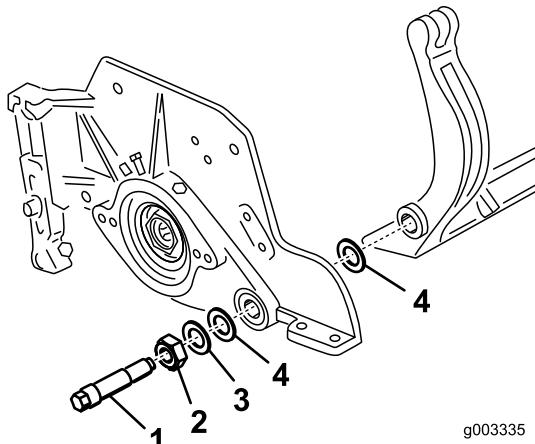
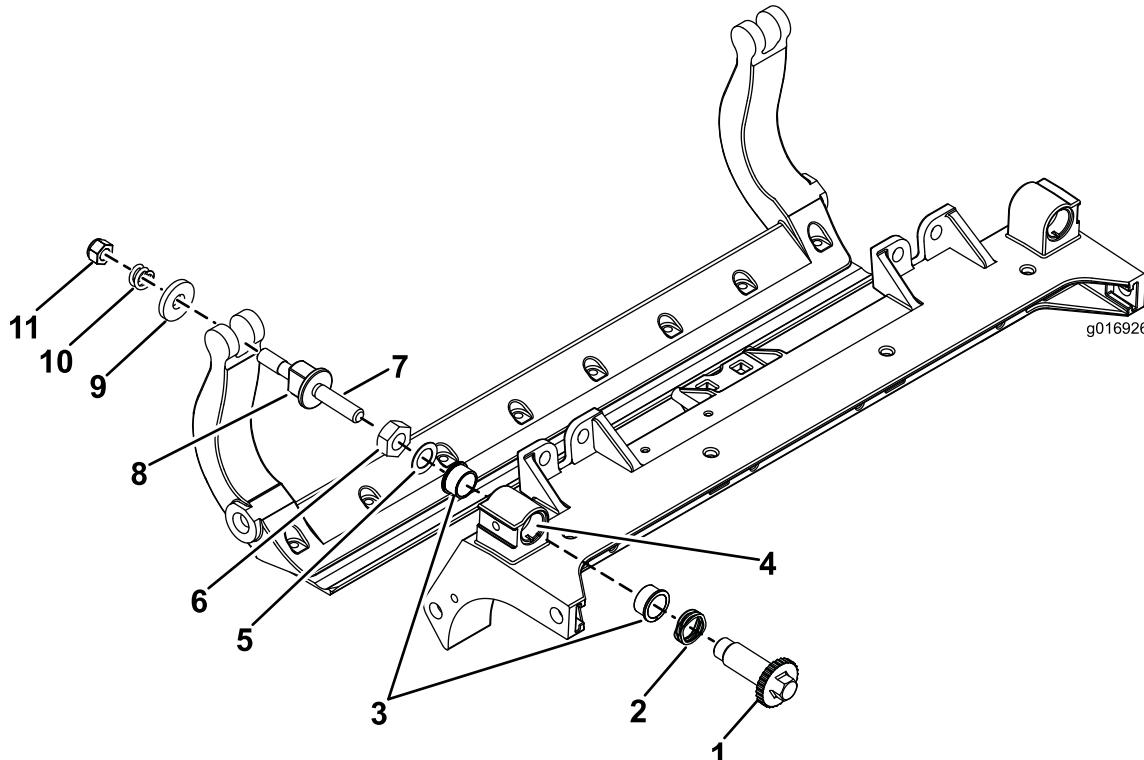

Figure 30
Figure 32
la rondelle en acier estampé situées de chaque côté de la barre d'appui (Figure 30).
2. Fixez la barre d'appui sur chaque plaque latérale au moyen des boulons (munis d'écrous) et des 6 rondelles. Une rondelle en nylon doit être placée de chaque côté du bossage de la plaque latérale. Placez une rondelle en acier à l'extérieur de chaque rondelle en nylon (Figure 30). Serrez les boulons de la barre d'appui à un couple de 27 à 36 N·m.
3. Serrez les contre-écrous également de chaque côté jusqu'à ce qu'il ne soit plus possible de tourner les rondelles d'acier extérieures à la main. Desserrez alors les contre-écrous jusqu'à ce qu'il soit possible de tourner les rondelles d'acier extérieures à la main et que la barre d'appui ne présente aucun jeu axial (Figure 30).
1. Déposez toutes les pièces (voir les *Instructions d'installation* du Kit DPA renforcé, modèle n° 120-7230 et Figure 32).
2. Appliquez du produit antigrippage « Never Seize » à l'intérieur du logement des bagues sur le cadre central du plateau de coupe (Figure 32).
3. Alignez les clavettes des bagues à embases sur les fentes de leur logement sur le cadre, et mettez les bagues en place (Figure 32).
4. Posez une rondelle ondulée sur l'axe de réglage et insérez l'axe dans les bagues à embase sur le cadre du plateau de coupe (Figure 32).
5. Fixez l'axe de réglage avec une rondelle plate et un contre-écrou (Figure 32). Serrez le contre-écrou à un couple de 20 à 27 N·m.
en acier à l'extérieur de chaque rondelle en nylon (Figure 32). Serrez les boulons de la barre d'appui à un couple de 27 à 36 N·m. Serrez les contre-écrous jusqu'à ce que les rondelles d'acier extérieures cessent de tourner et que le jeu axial soit supprimé, mais ne serrez pas excessivement et ne faites pas fléchir les plaques latérales. Les rondelles peuvent présenter un espace à l'intérieur (Figure 30).